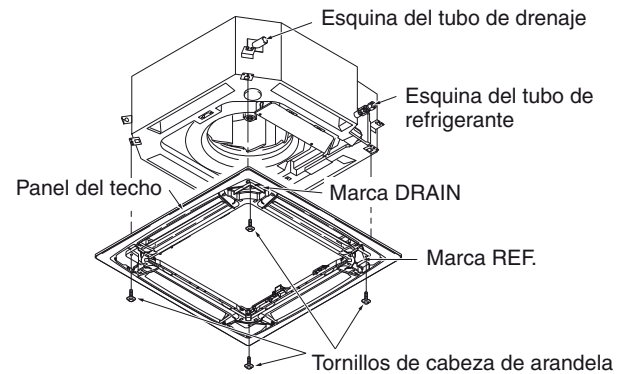

Fig. 7-5
- 3) Apriete los tornillos de cabeza de arandela suministrados en los 4 lugares de instalación del panel de forma que el panel quede firmemente fijado a la unidad. (Fig. 7-5)